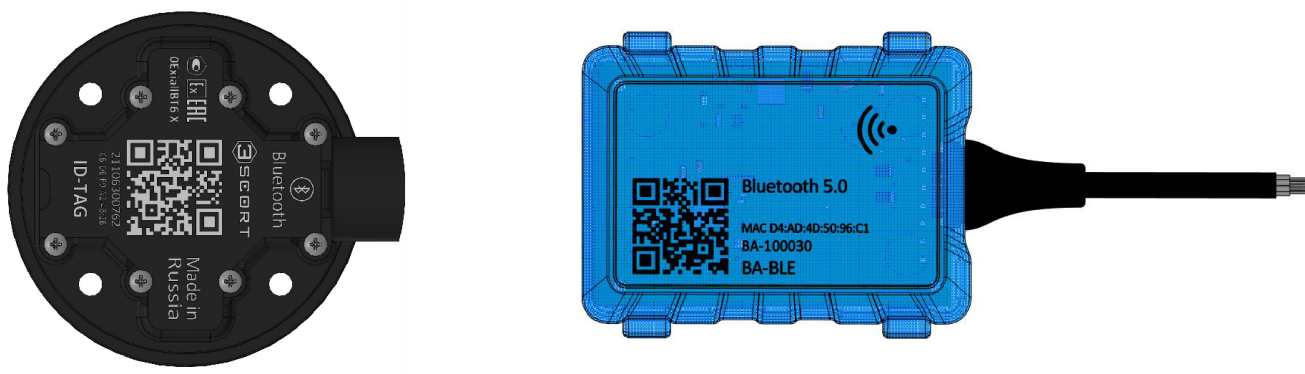

Рисунок 2 – Ориентация адаптера BA-BLE относительно беспроводного измерителя (на примере Метки ID -TAG)
— антенны устройств должны быть, верно, ориентированы друг относительно друга (рис. 2).
2.3.1 Подайте питание на BA-BLE (см. рис. 2).